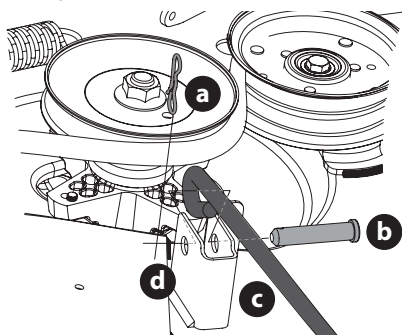

Fig. 41
- b. Retirez la troisième goupille fendue (a) de l'axe de chape (b) qui fixe la tige de commande (c) au support du système de relevage avant (d). Retirez l'axe de chape (b) (Fig. 41).